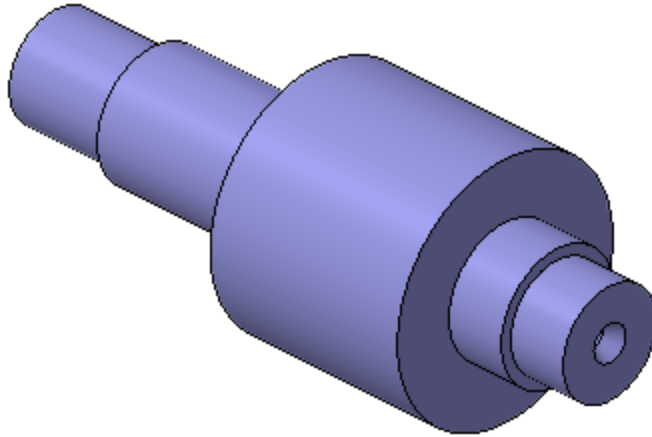

Рисунок 16
- Постройте центровое отверстие на противоположном торце детали (рис.16).